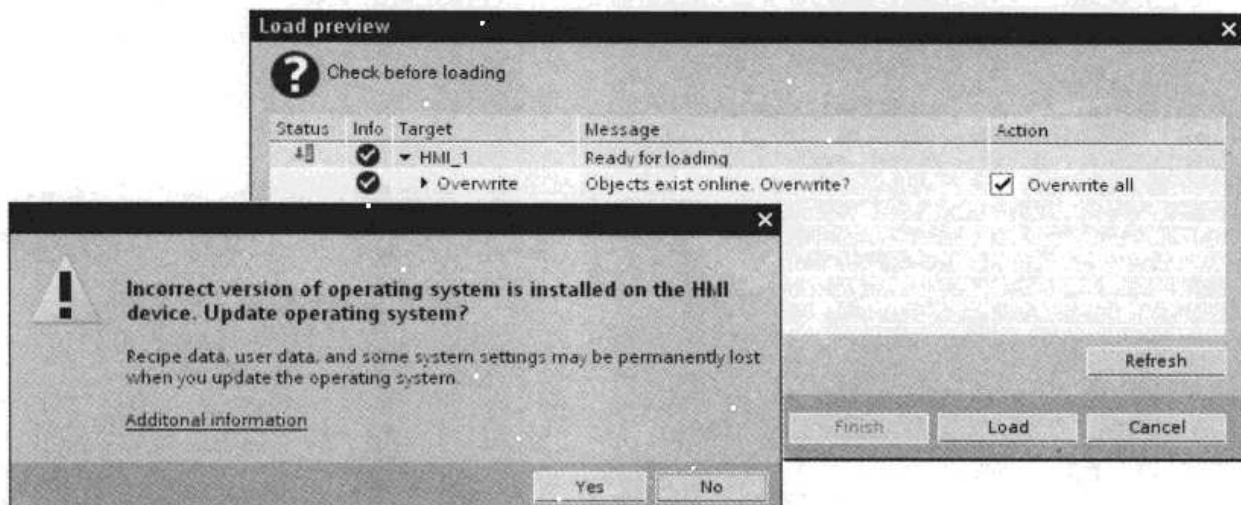

图 8-48 下载预览对话框与更新操作系统的对话框
- 7) 选中 STEP 7 Basic 的项目树中的 HMI\_1, 点击工具栏上的下载按钮 , 下载 HMI 的组态信息。出现下载预览对话框(见图 8-48 中的大图)后, 首先自动地对要下载的信息进行编译, 编译成功后, 显示“Ready for loading”(准备好下载), 选中“Overwrite all”(改写全部)复选框。点击“Load”按钮, 开始下载。如果是第一次下载新的 HMI, 出现需要更新操作系统的对话框(见图 8-48 中的小图), 点击其中的“Yes”按钮, 首先下载更新操作系统的文件。更新成功后, 自动重新启动 HMI, 启动成功后, 自动下载 HMI 的组态信息。
下载结束后, HMI 自动打开初始画面, 点击图 8-48 中的“Finish”按钮, 结束下载过程。